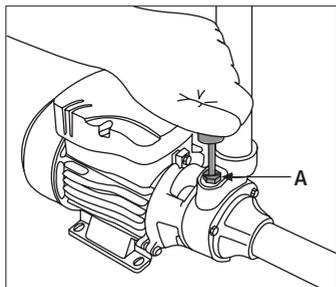

Fig. 06
1. Utilizando uma chave tipo fenda, retire o bujão (A), junto com o anel de vedação, girando-os no sentido anti-horário [Fig. 06].
3. Após garantir que não há mais ar na tubulação e na bomba, fixe o bujão (A), juntamente com o anel de vedação. Aperte até sentir moderada resistência [Fig. 06].